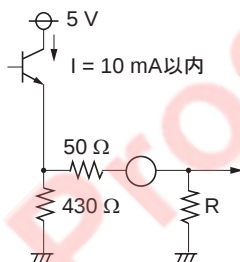

図 2
5. R, G, B 出力端子 (端子 25, 端子 28, 端子 31) は図 2 のようになっています。ドライブ能力により GND 間にプルダウン抵抗を追加することができます。ただし, 電流 I は 10 mA 以内となるように R 値を設定してください。図 2 の場合は $R = 500\text{ }\Omega$ 以上となります。